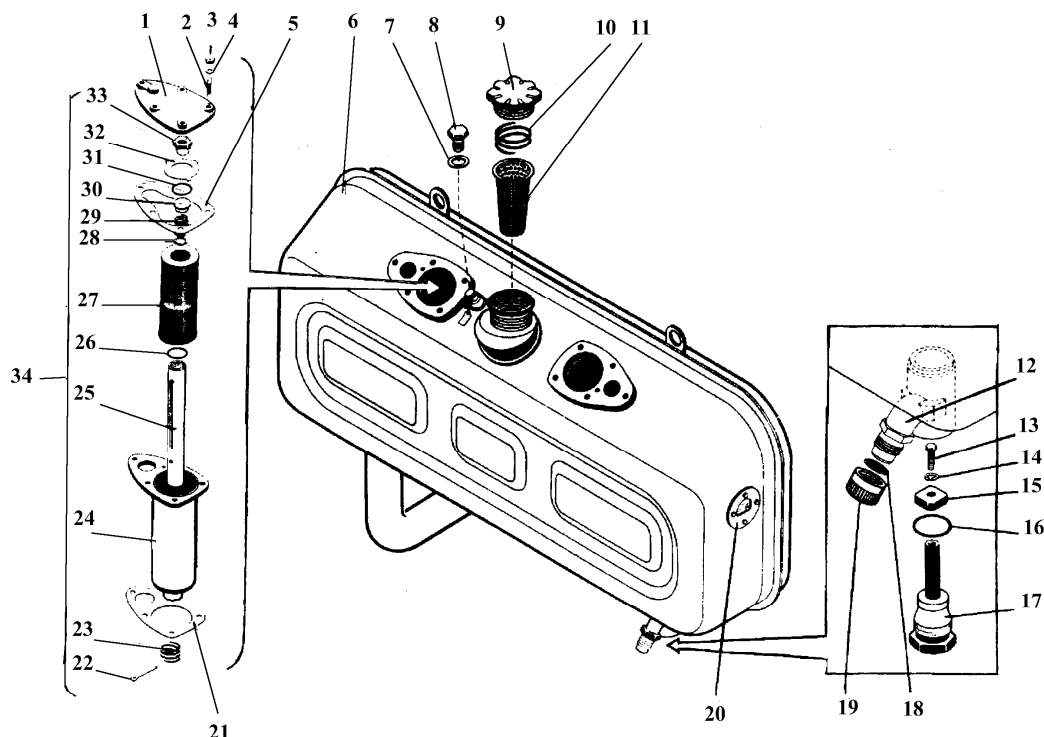

Рис. 74 Гидробак
Уровень масла в гидробаке проверяйте по смотровому окну 20 (рис. 74), масло должно быть видно в смотровом окне. Чистое и хорошо профильтрованное масло заливайте через фильтр заливной горловины 11. При проверке уровня масла в гидробаке убедитесь в отсутствии пенообразования.
- а) Отверните гайки крепления 3 (см. рис. 74) и снимите крышку 1.
- а) демонтируйте шланг низкого давления, слив рабочую жидкость из трубопроводов гидросистемы, для чего предварительно выверните пробку 8 (см. рис. 74) ;
- а) заверните до отказа и законтрите проволокой пробку 8 (см. рис. 74) заборной трубы;